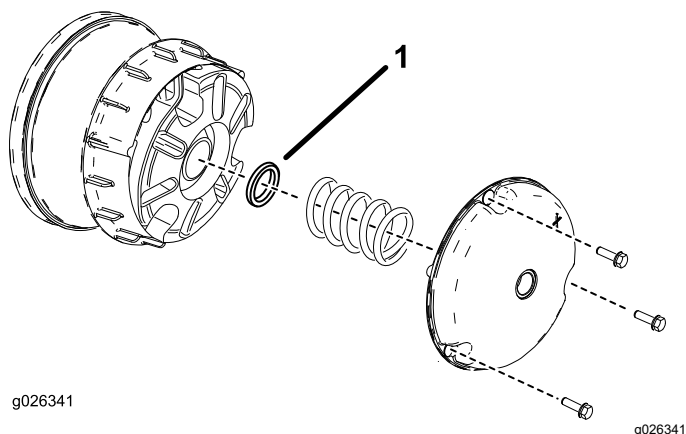

Figura 60
- Retire los pernos que sujetan la tapa del embrague primario, como se muestra en la Figura 60.